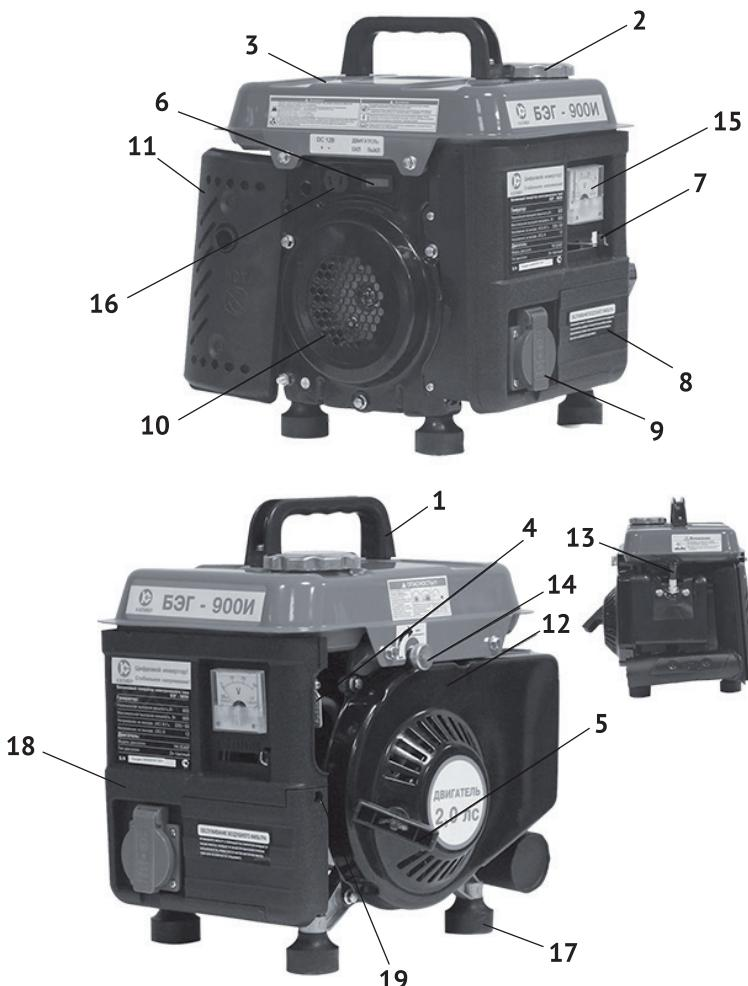

рис.1
Коленчатый вал, приводимый во вращение возвратно-поступательными движениями поршня двигателя (рис.1 поз.12), передаёт крутящий момент на вал якоря генератора. Передача осуществляется через коническое сопряжение ротора генератора и вала двигателя. При этом образуется самоцентрирующаяся трёхпорная схема соединения. С обмоток статора генератора напряжение подводится: через инверторную систему стабилизации на розетку однофазного переменного тока 220В (рис.1 поз.9), или через выпрямительный блок на розетку постоянного тока (рис.1 поз.16). Инверторный преобразователь позволяет бензогенератору выдавать энергию с максимально стабильными параметрами, что позволяет использовать его для питания чувствительных электроприборов и электроники.
2.4 Общий вид бензогенератора представлен на рис.1
3.2 Бензогенератор оснащён одноцилиндровым двухтактным двигателем внутреннего сгорания с верхним расположением клапанов и нижним расположением коленчатого вала. Верхнее расположение клапанов снижает теплоизоляцию двигателя. При этом достигается более высокая выходная мощность в меньшем рабочем объеме при эффективном сгорании топлива. Двигатель имеет карбюраторную систему питания. Пуск двигателя осуществляется ручным тросовым возвратным стартёром (рис.1 поз.5).
3.4 Основным несущим узлом бензогенератора является блок двигатель-генератор, на котором закреплены: топливный бак (рис.1 поз.3), глушитель (рис.1 поз.11) и пластиковый корпус панели управления. Воздушный фильтр размещён в нижней части корпуса панели управления (рис.1 поз.18).
Открутите крышку топливного бака (рис.1 поз.2). Заливайте топливо в бак не более чем на 1 см ниже уровня основания заливной горловины. Перед запуском двигателя тщательно протрите крышку топливного бака, удалив возможные при заправке брызги топлива.
- открыть топливный кран (рис.1 поз.4);
- перевести выключатель зажигания (рис.1 поз.6) в положение «ВКЛ»;
- перевести рычаг воздушной заслонки (рис.1 поз.7) в положение «закрыто»
- резко, с усилием потяните рукоятку стартёра (рис.1 поз.5) до упора, повторите действие ещё раз, если двигатель не завёлся.
- отключить потребителей электроэнергии от розетки (рис.1 поз.9);
- перевести выключатель зажигания (рис.1 поз.6) в положение «Выкл»;
- закрыть топливный кран (рис.1 поз.4).